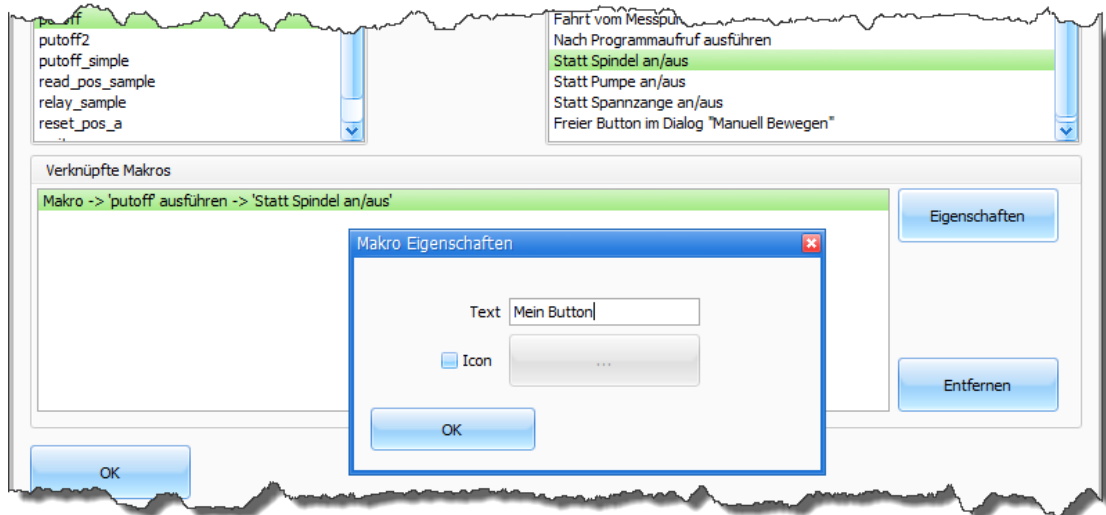

Abbildung 3: Makro "putoff" wird auf Spindel-Button im "Manuell Bewegen" festgelegt und als "Mein Button" genannt.
- **Neu ab 7** Mit Hilfe der Verknüpfungen "Statt Spindel...", "Statt Pumpe...", "Statt Spanzange..." und "Freier Button..." können bis zu 4 Buttons im "Manuell Bewegen" durch Makros ersetzt werden. Durch das Klicken auf "Eigenschaften" kann der Button mit eigenem Text beschriftet und eigenem Icon gekennzeichnet werden (siehe Abbildung 3/4).